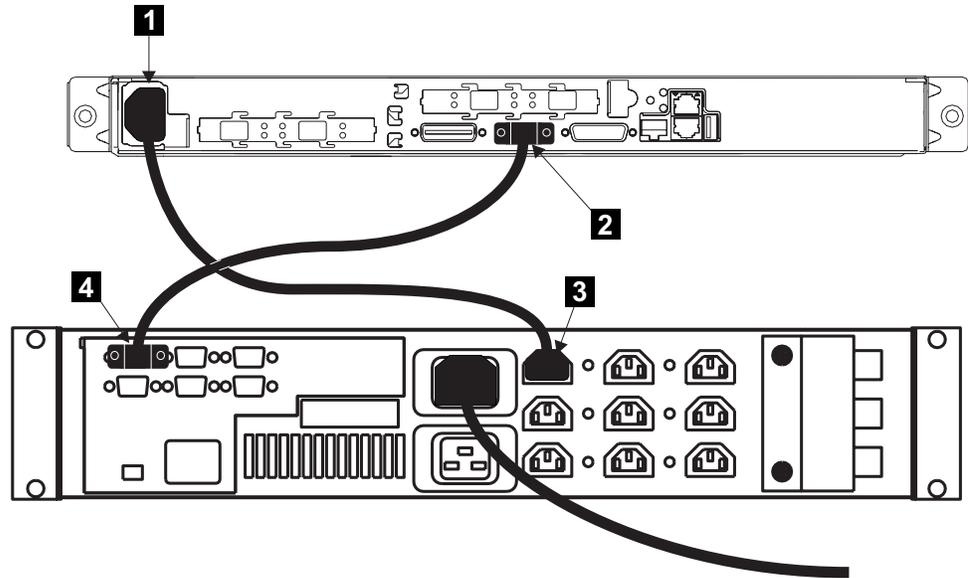

図 50. SAN ボリューム・コントローラー 2145-4F2 の電源ケーブルを 2145 UPS に接続します。
1. SAN ボリューム・コントローラー 2145-4F2 の背面の電源コネクタ **1** に電源ケーブルを差し込みます。 81 ページの図 50を参照してください。